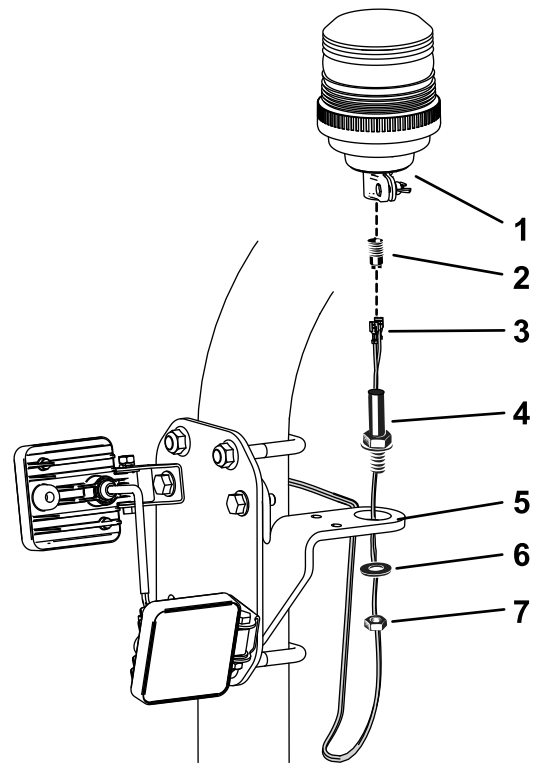

Bild 12
Hinweis: Der Anschluss der Rundumleuchte kann zum Verbinden aus der Rundumleuchtenfassung herausgeschraubt werden (Bild 12).
- Flachstecker der Rundumleuchte (2)
- Bringen Sie die Rundumleuchte an der Halterung an, wie in Bild 12 dargestellt.